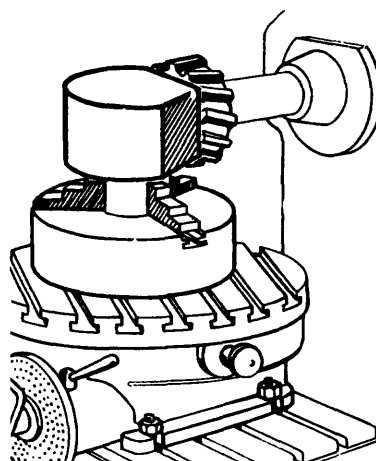

Fig. 5
- 2) En una forma similar se pueden obtener superficies planas en ángulo, montando el material sobre otro accesorio llamado mesa circular. El material se monta directamente sobre la mesa circular o a través de un plato universal (fig. 5).